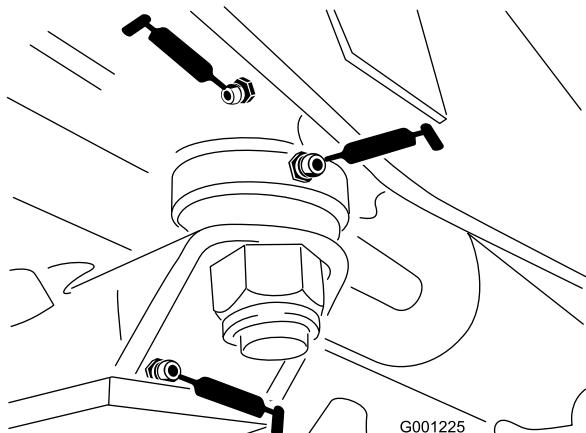

Figura 43
- Casquilhos da placa de direcção (Figura 43)
- Casquillo do pino do eixo (Figura 43)